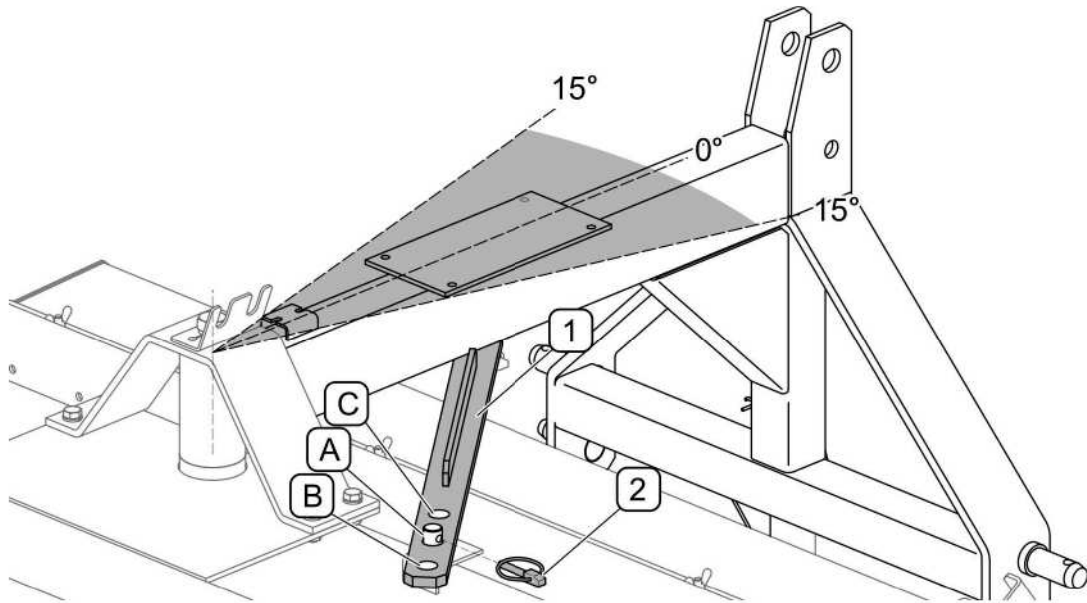

ABB. 4.8A Änderung des Arbeitswinkels der Kehrwalze
(1) - Leiste; (2) - Sicherungssplint; (A) - Einstellöffnung für die Neigung 0°; (B) - Einstellöffnung für die Neigung nach rechts um 15°; (C) - Einstellöffnung für die Neigung nach links um 15°.
Die Einstellung des Arbeitswinkels der Kehrwalze (Abb. 4.8A) erfolgt durch Änderung der Position des Bolzens in eine der Einstellöffnungen (A), (B) oder (C) in der Leiste (1). Die Befestigung des Bolzens in der Öffnung (A) der Leiste (1) erfolgt dann, wenn die Kehrmaschine bei einem Neigungswinkel von 0° betrieben werden soll. Die eingestellte Position muss mit dem Sicherungssplint (2) gesichert werden. Die Öffnungen (B) und (C) werden verwendet, wenn die Kehrmaschine mit einem Neigungswinkel von 15 ° nach links oder rechts betrieben werden soll. Die Einstellung des Neigungswinkels darf nur dann erfolgen, wenn die Kehrmaschine ohne Schmutzbehälter betrieben werden soll.